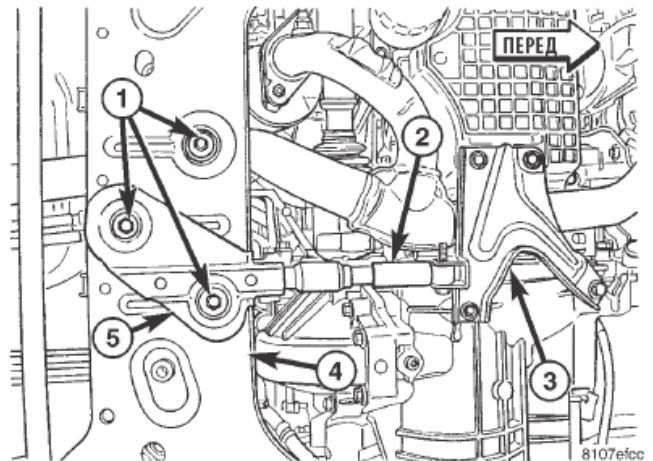

Рис. 13 БЛОК АМОРТИЗАТОРА
- (1) Поднять автомобиль.
- (2) Поместить соответствующее подъемное устройство под поперечную балку передней подвески.
- (3) Отвинтить болты, соединяющие распорку подвески с нижними рычагами управления. (см. раздел 2 «ПОДВЕСКА ПЕРЕДНЯЯ РАСПОРКА: СНЯТИЕ»).
- (4) Снять шарнирную муфту с нижних рычагов управления. (см. раздел 2 «ПОДВЕСКА ПЕРЕДНЯЯ НИЖНИЙ РЫЧАГ УПРАВЛЕНИЯ: ДЕМОНТАЖ»).
- (5) Отвинтить 3 болта, соединяющие заднюю опору двигателя с поперечной балкой (рис. 13). После снятия этих болтов, кронштейн механической коробки передач (если имеется) снимется. Для эффективного снятия кронштейна и амортизатора может потребоваться ослабить крепежный болт последнего на стяжном хомуте двигателя (рис. 13).
(8) Установить 3 болта, соединяющие заднюю опору двигателя с поперечной балкой (рис. 13). Перед установкой болтов убедиться в том, что кронштейн механической коробки передач (если имеется) находится в нужном месте (рис. 13). Затянуть болты с моментом 65 Нм.
(9) Наживить болты, соединяющие распорку подвески с нижним рычагом управления.
(10) Опустить автомобиль.
(11) После сборки, проверить правильность расположения передней торцевой части и отрегулировать в случае необходимости.